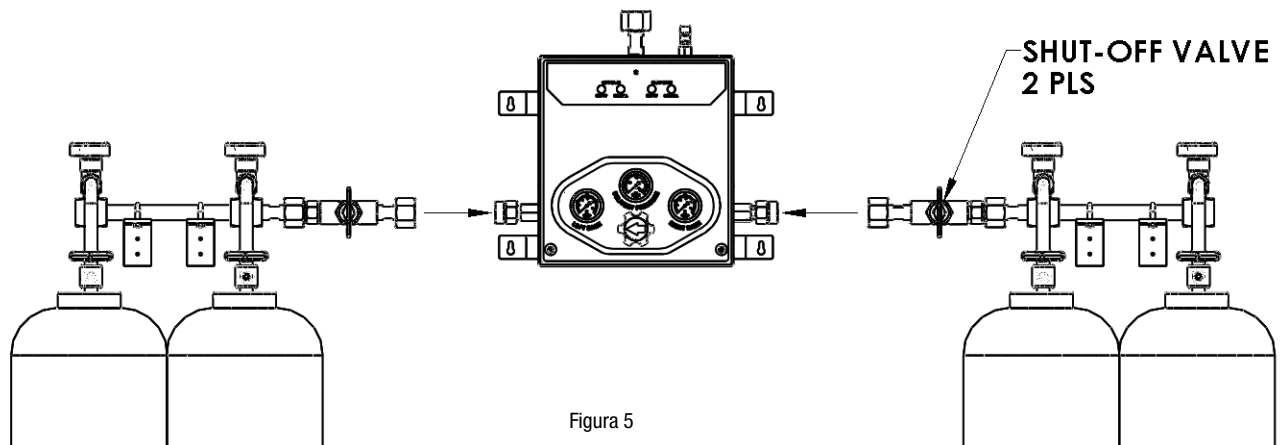

Figura 5
6. Alinee la barra del cabezal derecho e izquierdo con las conexiones de entrada derechas e izquierdas a la caja. Vea la Figura 5 para una ilustración de esto. Asegúrese de que las barras del cabezal estén niveladas y perpendiculares a la caja. Sujete las abrazaderas de montaje del cabezal a la pared con las herramientas adecuadas (no incluidas). Monte la conexión de salida del cabezal a la caja de control del lado derecho e izquierdo. Ajuste con una llave todas las conexiones. Ajuste los tornillos en U en las abrazaderas de montaje del cabezal para sujetar los cabezales en su lugar.
- Si están equipadas, cierre las válvulas de cierre maestras del lado derecho e izquierdo. Consulte la Figura 5 para ver la ubicación de las válvulas de cierre maestras.